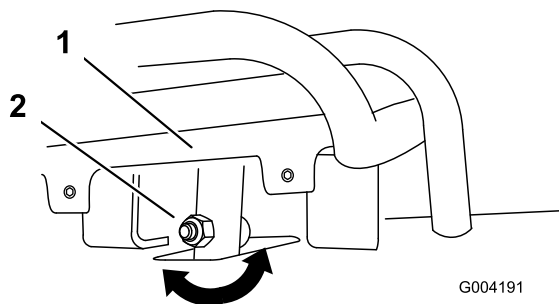
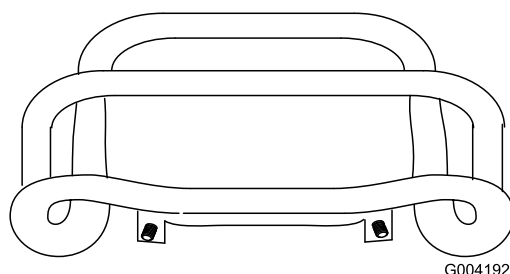

Figure 55
Figure 56
4. Si l'avant de la commande de déplacement n'est pas d'équerre et de niveau avec la barre de référence, desserrez l'écrou et le boulon à embase de la tige de la commande de déplacement (Figure 55).
5. Réglez la commande de déplacement de sorte qu'elle soit de niveau et en appui contre la barre de référence lorsque vous la tirez tout droit en arrière (Figure 55 et Figure 56).